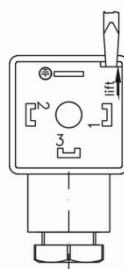

Fig. 8
- ↪ Ouvrir l'intérieur ⑧ de la boîte de raccordement ② avec un tournevis ou un outil similaire (→ Fig. 8).